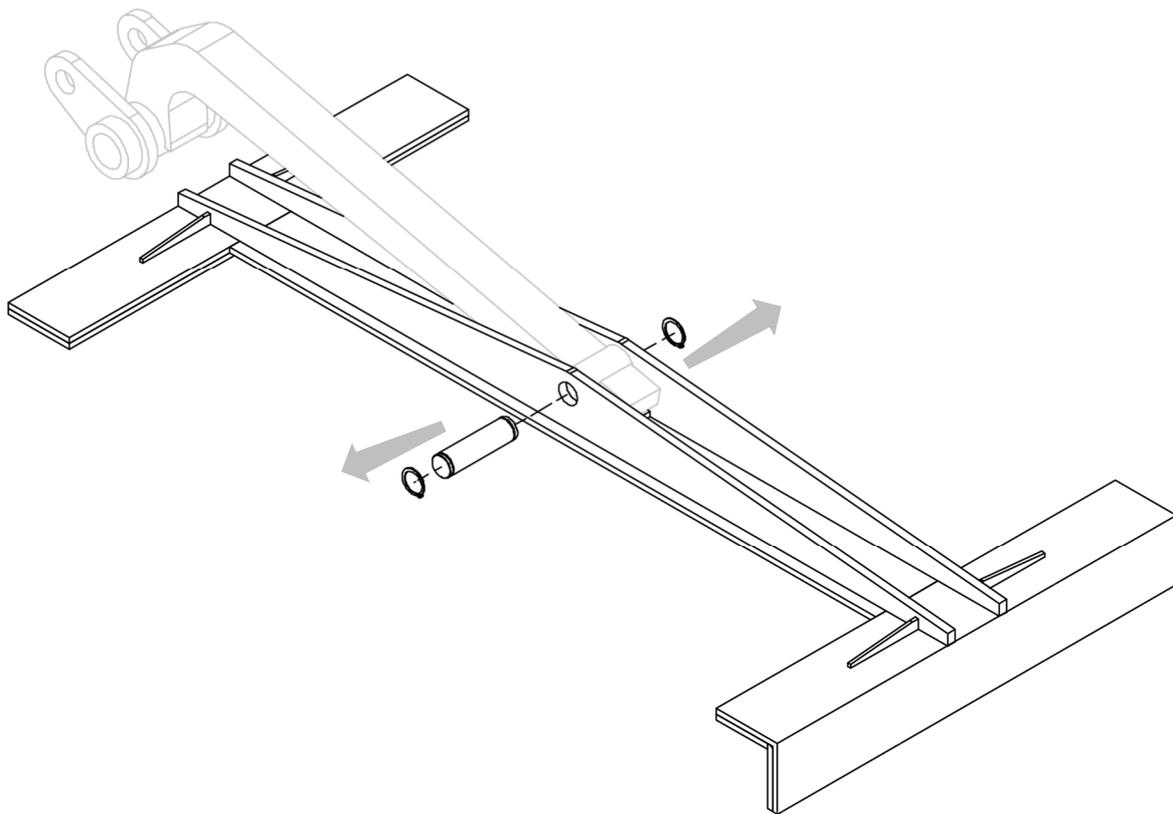

Abbildung 16
3. Beziehen Sie sich auf *Abbildung 16*.